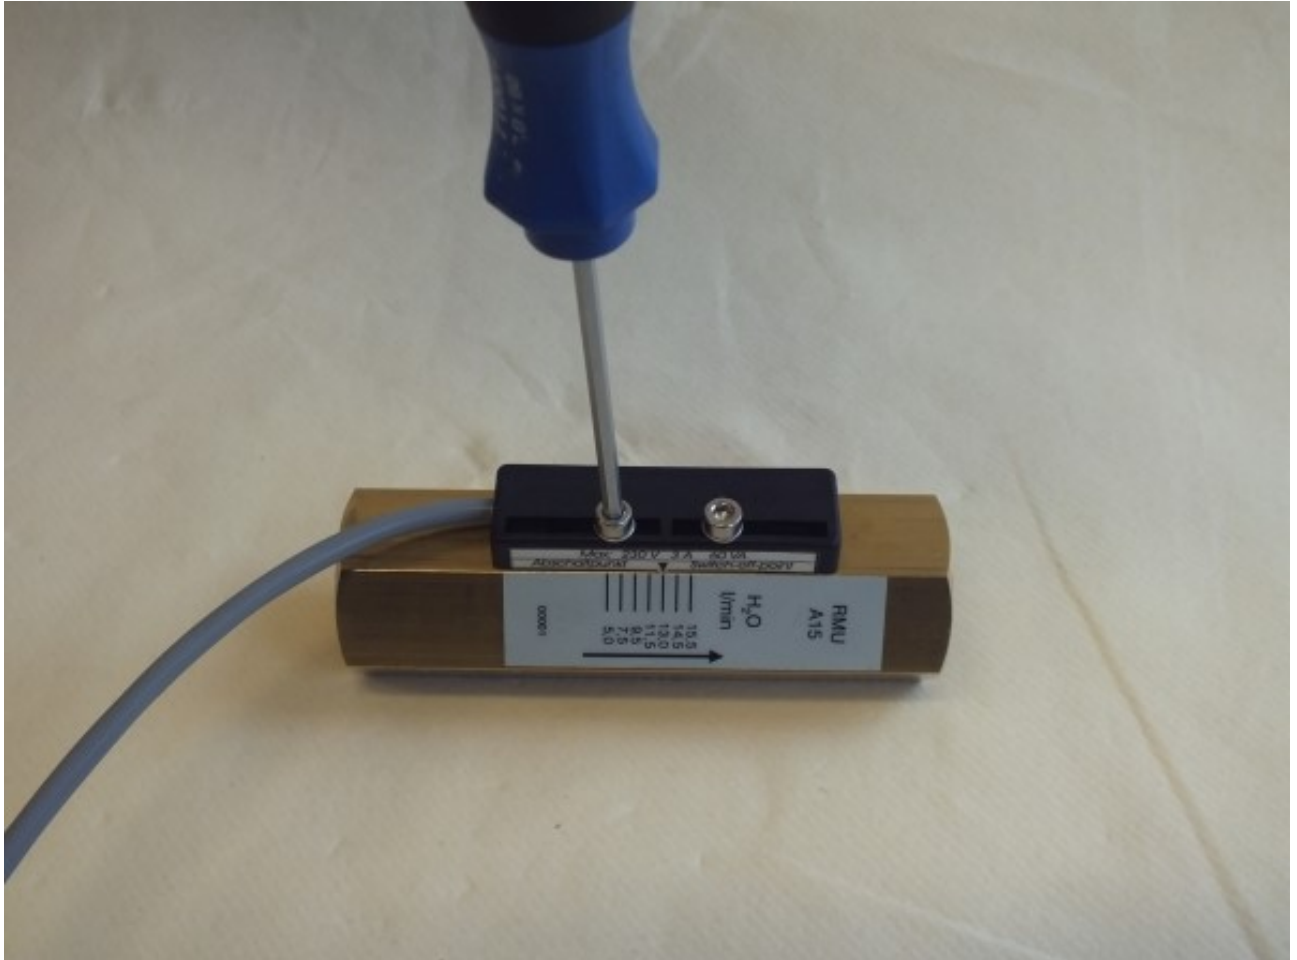

Abb. 32: Feststellschrauben lösen
1. ➤ Feststellschrauben (Abb. 32) des Schaltkontaktes mit einem Sechskant-Schraubendreher so weit lösen, dass der Schaltkontakt abgenommen werden kann
8. ➤ Feststellschrauben (Abb. 32/1) wieder festdrehen, dabei Anziehdrehmoment einhalten (→ Kapitel 11.1 „Schrauben-Anziehdrehmomente“ auf Seite 64)